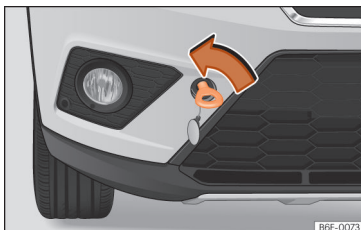

Abb. 47 Stoßfänger vorn rechts: eingeschraubte Abschleppöse.
- Drehen Sie die Abschleppöse **entgegen dem Uhrzeigersinn** in die Aufnahme bis zum Anschlag » Abb. 47 » ⚠. Verwenden Sie ein geeignetes Hilfsmittel, um die Abschleppöse festzuziehen.